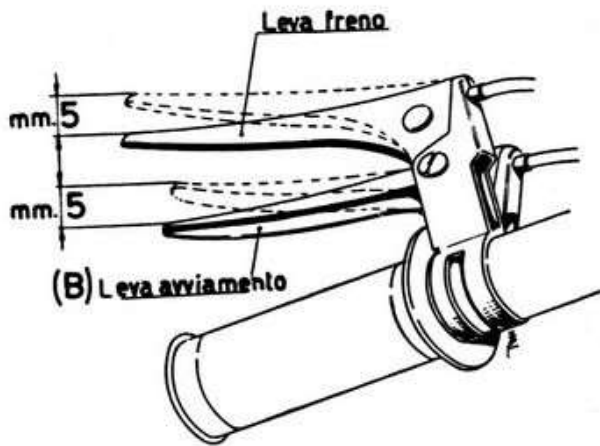
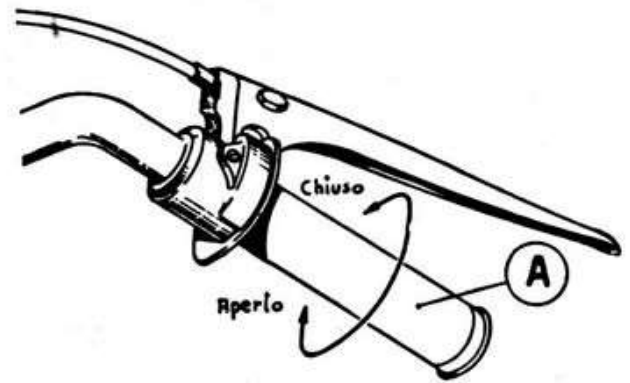

Fig. 6
Fig. 7
- ruotare di circa $\frac{1}{3}$ la manopola del gas (A);
- tirare la leva d'avviamento (B), (fig. 6), e premere energicamente sul pedale sino ad avviamento avvenuto;
- a motore avviato lasciare la leva (B), rialzare il cavalletto di sostegno, salire in sella e accelerare agendo sulla manopola (A) (vedi fig. 7).
- salire in sella, pedalare finché il ciclomotore non abbia acquistato velocità, tirare quindi la leva d'avviamento (B) ruotando contemporaneamente la manopola del gas di circa $\frac{1}{3}$ della sua corsa;
- a motore avviato rilasciare la leva (B) (fig. 6), e regolare la velocità agendo unicamente sulla manopola del gas (A) (vedi fig. 7).
- controllare e registrare il comando messa in moto (fig. 6);
- controllare e registrare i freni (fig. 6);